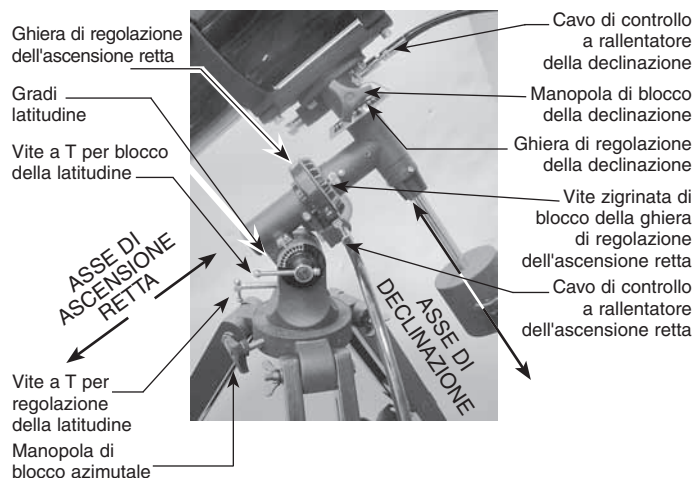

Figura 2. Montatura equatoriale del telescopio SpaceProbe 130 ST
6. Orientare la montatura equatoriale come illustrato nella Figura 2, a una latitudine di circa 40°, ossia con il puntatore che segna 40 gradi di latitudine, appena sopra la vite a T per il blocco della latitudine. A tal fine allentare la vite a T per il blocco della latitudine e ruotare la vite a T per la regolazione della latitudine fino ad allineare il puntatore con il riferimento 40, quindi serrare nuovamente la vite a T per il blocco della latitudine. Potrebbe essere necessario riposizionare, ossia ruotare, anche gli assi di declinazione (Dec.) e ascensione retta (R.A.). Assicurarsi di aver allentato le relative manopole di blocco prima di procedere. Serrare nuovamente le manopole di blocco dell'ascensione retta e della declinazione una volta che la montatura equatoriale è orientata correttamente.
Quando si osserva il cielo notturno, con il passare del tempo le stelle sembrano muoversi lentamente da est a ovest. Questo moto apparente è causato dalla rotazione della terra (da ovest a est). Le montature equatoriali (Figura 2) sono progettate per compensare questo movimento e consentire di seguire facilmente i corpi astronomici, evitando che escano dal campo visivo del telescopio durante le osservazioni.